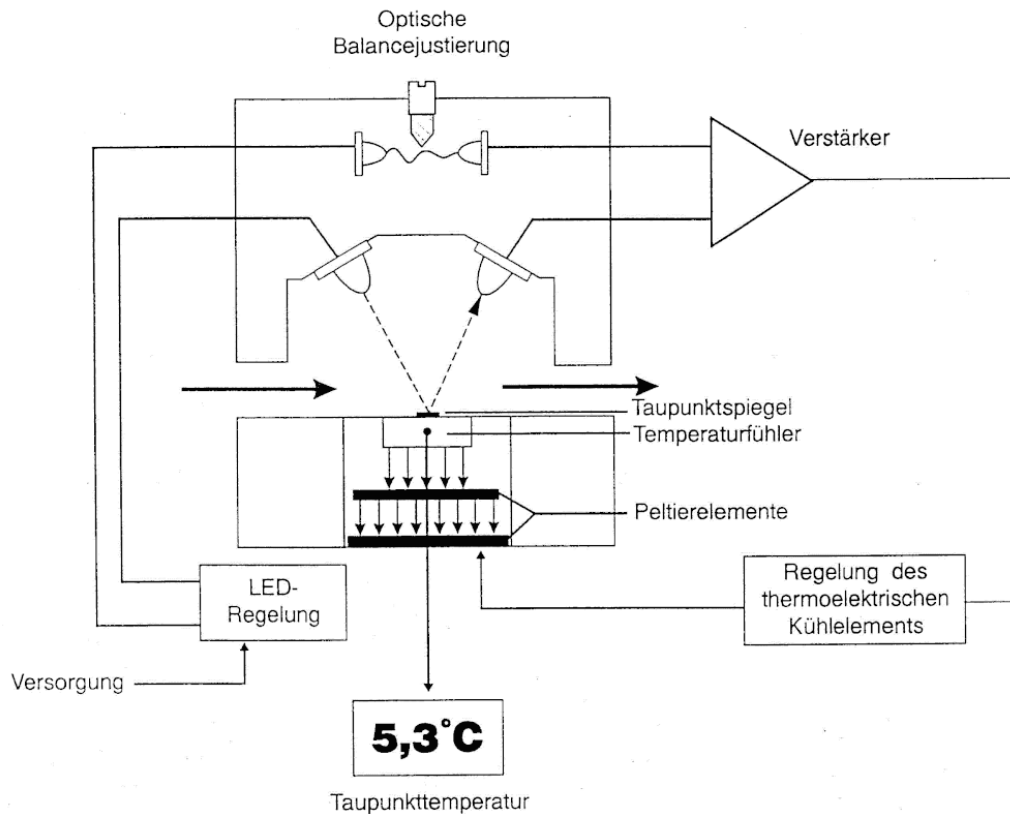

Abbildung 2 – Taupunktspiegel Schema
3. Messung des Taupunktes -> optische Messung Siehe Abb.2